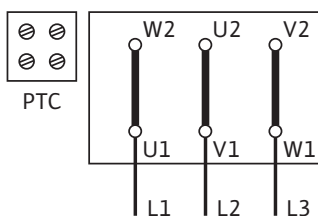

Fig. 45: Y-Δ-indítás (alapkivitel)
A villamos csatlakozás csatlakoztatási vázlata a kapcsolódobozban található (lásd Fig. 45/46 is).
- A kapocstáblához tartozó hálózati csatlakozás a P₂ motorteljesítménytől, a hálózati feszültségtől és a bekapcsolási módtól függ. A kapcsolódobozban található összekötő hidak szükséges kapcsolását az alábbi listán „Tábl. 4: A kapcsok kiosztása” a következő oldalon: 18 valamint Fig. 45/46 találja.
Y-Δ-indítás (alapkivétel)	Kapcsolási hidak eltávolítása (Fig. 45)